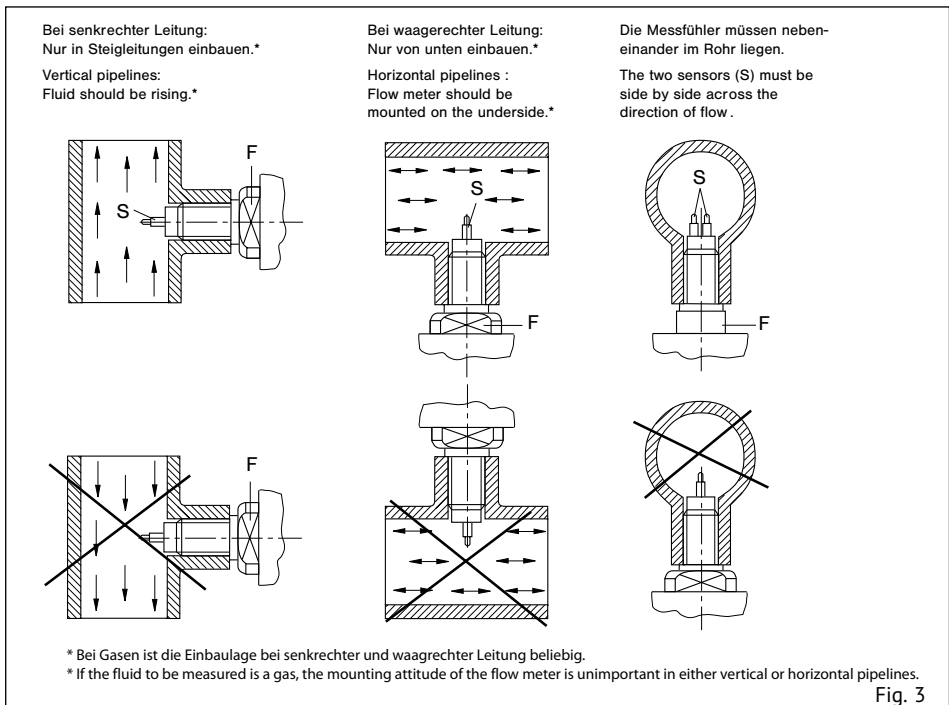
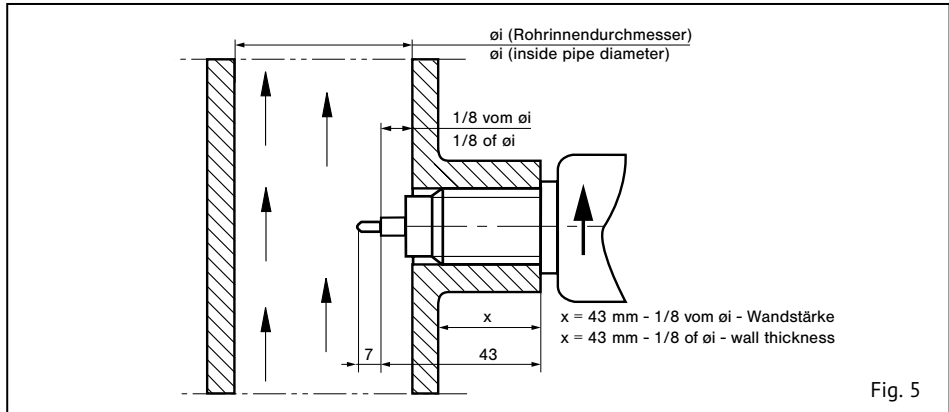
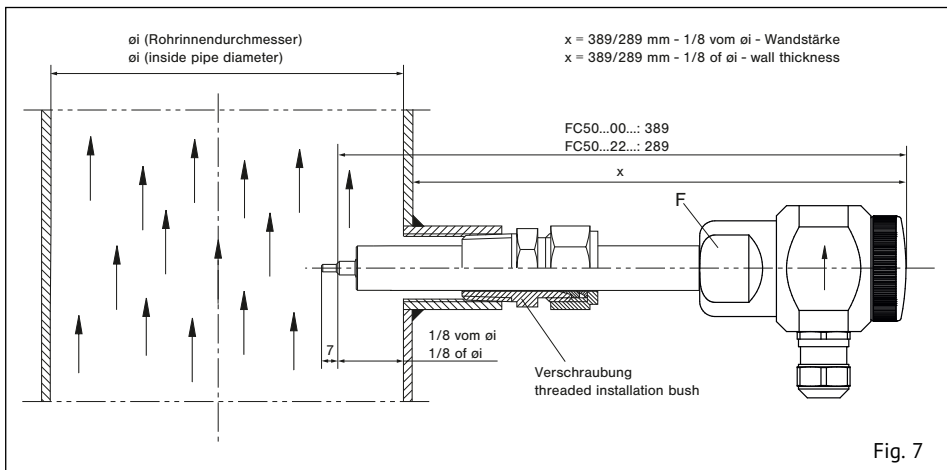

Fig. 3
Fig. 5
Fig. 7
- 2 Den Einbauort wie folgt wählen (siehe Fig. 3):
- 2 The flow meter should be installed in the pipe in accordance with the following conditions (see fig. 3):
Die beiden Messfühler (S) müssen im eingebauten Zustand nebeneinander im Strömungsmedium liegen. Dies ist der Fall, wenn die Schlüsselansatzflächen (F) parallel zur Rohrleitung stehen (siehe Fig. 3). Bis 56 mm Rohrinne Durchmesser sollte der Einschraubstutzen bündig mit der Rohrinne wand sein. Größer 56 mm Rohrinne Durchmesser sollte die Fühlermitte (schräger Absatz) auf 1/8 des Rohrinne Durchmessers eingeschraubt werden. Der Pfeil (Laserbeschriftung) an der Seite des Gehäuses muss in Strömungsrichtung zeigen (siehe Fig. 5).
The two sensors (S) of the flow meter must be aligned side by side directly across the direction of flow. The sensors are correctly positioned when the wrench flats (F) are aligned parallel with the pipe (see fig. 3). For inside pipe diameters up to 56 mm (2.2 in) the shaft end should be in line with the inner pipe wall. For inside pipe diameters above 56 mm (2.2 in) the shoulder of the two sensors (7 mm (0.28 in) from the tip) should be positioned at 1/8 of inside pipe diameter  $\varnothing$  i. The arrow (laser marking) at the side of the housing must show in direction of flow (see fig. 5).
Die beiden Messfühler (S) müssen im eingebauten Zustand nebeneinander im Strömungsmedium liegen. Dies ist der Fall, wenn die Schlüsselansatzflächen (F) parallel zur Rohrleitung stehen (siehe Fig. 3). Die Fühlermitte (schräger Absatz) sollte bei  $1/8$  des Rohrinneindurchmessers positioniert werden. Der Pfeil (Laserbeschriftung) an der Seite des Gehäuses muss in Strömungsrichtung zeigen (siehe Fig. 7).
The two sensors (S) on the flow meter must be aligned side by side directly across the direction of flow. The sensors are correctly positioned when the wrench flats (F) are aligned parallel with the pipe (see fig. 3). The shoulder of the two sensors (7 mm (0.28 in) from the tip) should be positioned at  $1/8$  of inside pipe diameter  $\varnothing i$ . The arrow (laser marking) at the side of the housing must show in direction of flow (see fig. 7).